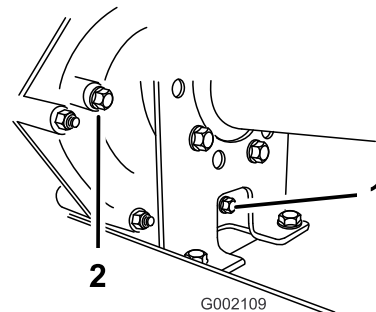
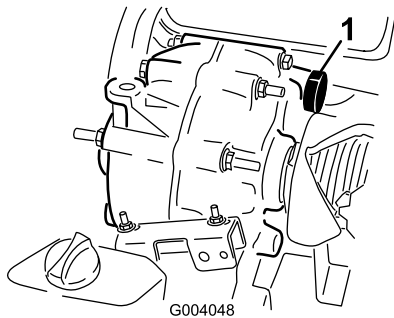

Figure 43
Figure 44
- Essuyez la surface autour des bouchons de remplissage et de vidange avec un chiffon (Figure 43).
- Dévissez et enlevez le bouchon de remplissage (Figure 43).
- Dévissez et enlevez le bouchon de vidange (Figure 43).
- Remettez et serrez le bouchon de vidange et le joint dans l'orifice de la transmission (Figure 43).
- Versez par l'orifice du bouchon de remplissage du réservoir (Figure 44) environ 1,4 L (1,5 pte américaine) du liquide spécifié, ou la quantité de liquide nécessaire, jusqu'à ce que le niveau de liquide atteigne le bas du filetage (Figure 43).
- Remettez et serrez le bouchon de remplissage et le joint dans l'orifice de la transmission (Figure 43).
- Contrôlez le niveau de liquide et faites l'appoint si le niveau est en dessous du filetage de l'orifice du bouchon de remplissage (Figure 43).